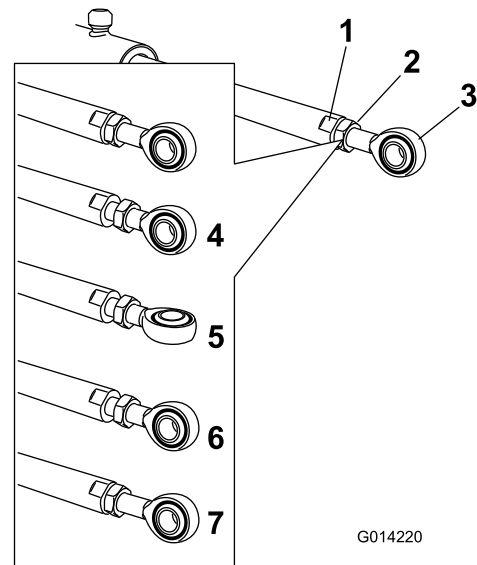

Figure 107
5. Placez une clé sur les méplats de la tige du vérin pour l'immobiliser, puis desserrez l'écrou de blocage (Figure 107).
6. Tournez l'embout dans la tige du vérin pour raccourcir ou allonger le vérin déployé à la longueur voulue (Figure 107).